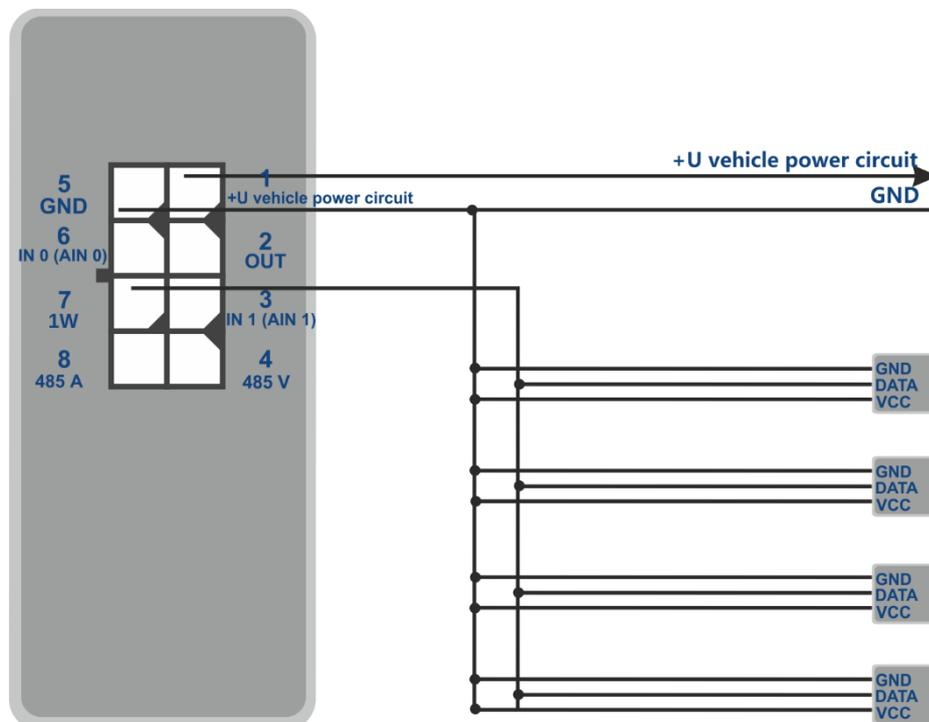

Figura 11 – Esquema de conexión de los sensores y el iButton DS18B20 a CAN de 1-Wire
- Conecte los sensores de temperatura a la CAN de 1-Wire utilizando el esquema de la figura 11.